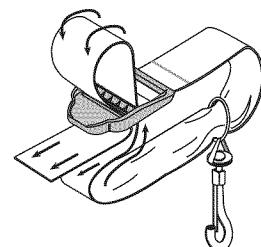

Fig. 10
- Pase la correa sobre la barra transversal y hacia abajo a través de la ranura de la hebilla (Fig. 10).